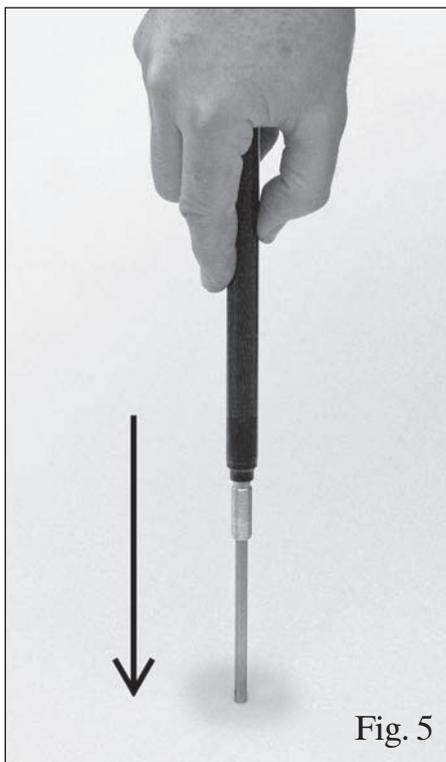

Fig. 5
10. Вдавить поршневой шток (3) в охлаждённый цилиндр (1), используя в качестве упора стол или пол, см. рис. 5.